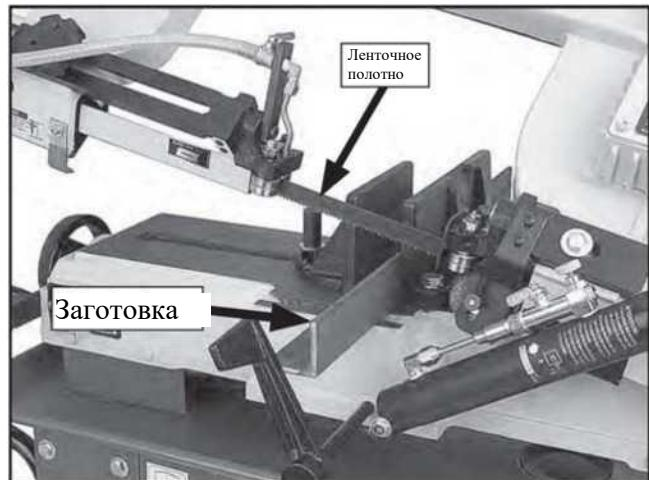

Рисунок 22. Правильное начальное положение ленточного полотна.
- Дайте ленточному полотну разогнаться до полной скорости перед зацеплением с заготовкой (см. **Рисунок 22**). Никогда не начинайте резку с ленточным полоном, находящимся в соприкосновении с заготовкой.